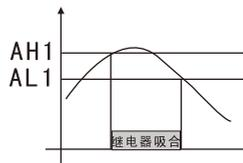

图1
- (2) 报警参数的修改方法与量程显示参数的设定方法相同。
- (3) 继电器的吸合值、释放值的设定说明（以AH1、AL1为例）AH1为继电器吸合值，AL1为继电器释放值。
- 设定AH1 > AL1，当测量值 ≥ AH1时，继电器吸合；当测量值 ≤ AL1时继电器释放；继电器动作情况见图1，常用于上限报警。